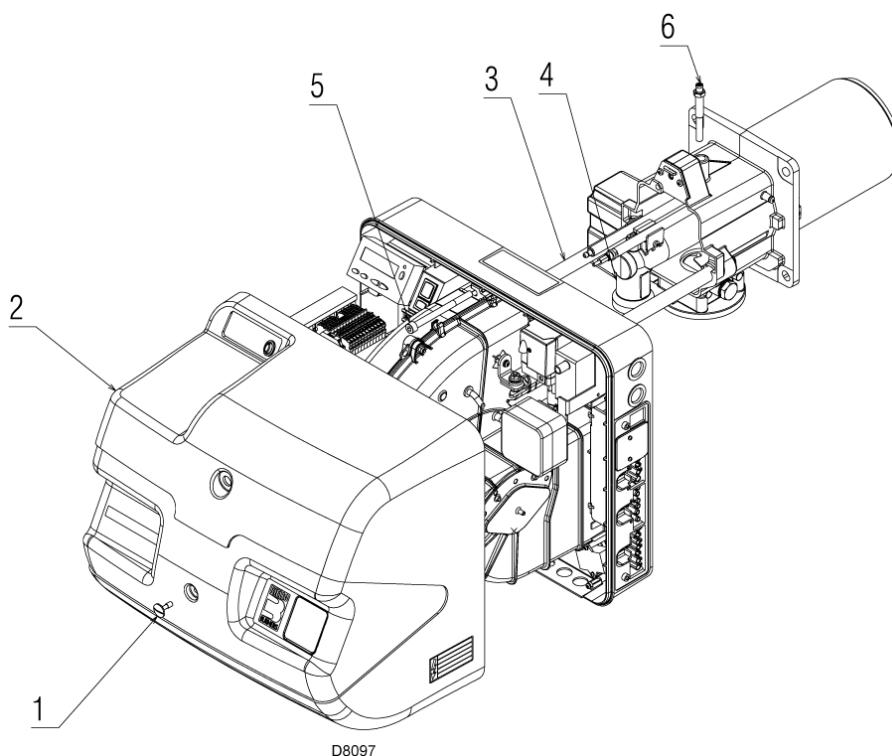

Рис. 37
Если вы не уверены, снимите колено (4) (рисунок 37).